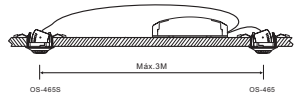

FIG.8
- El OS-465S puede ser conectado a la misma caja de control que el OS-465. Para la instalación del segundo sensor (OS-465S), pase el cable de señal a través de los agujeros. (Ver FIG.8)